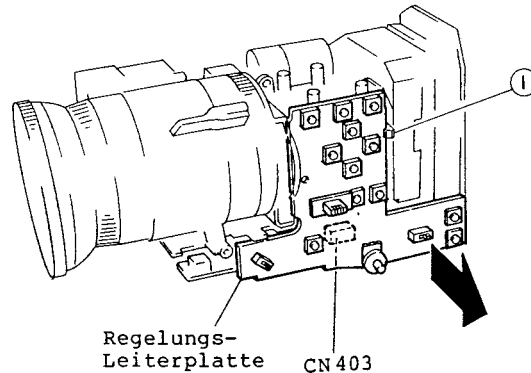

Abb. 2-22
1. Eine (1) Lasche freigeben, den Stecker CN403 von der Titelgenerator-Leiterplatte abziehen und die Regelungs-Leiterplatte in Pfeilrichtung entfernen (siehe Abb. 2-22).
1. Die Regelungs-Leiterplatte ausbauen (siehe Abb. 2-22, 2-23).